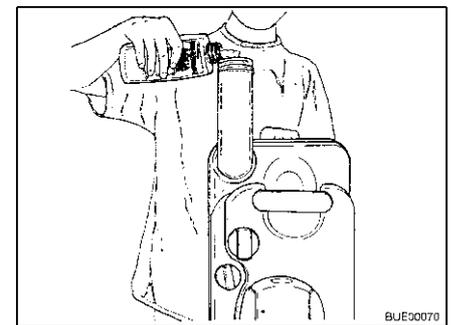

Fig. 176 Remplir de liquide pour sanitaires
- Remplir le réservoir pour matières fécales de la quantité indiquée de liquide pour sanitaires (Fig. 176).